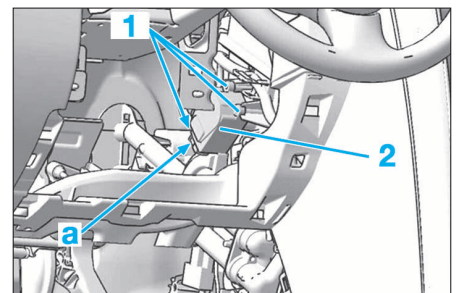

FIG. 26
- Extraire complètement le radiateur de chauffage (13).
- Débrancher le connecteur (a) (Fig.26).